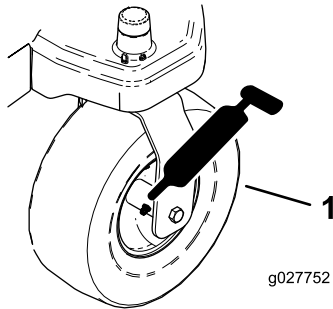
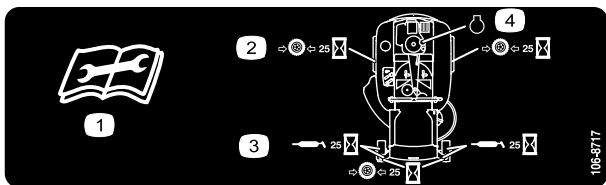

Bild 31
Bild 32
3. Reinigen Sie die Schmiernippel (**Bild 31** und **Bild 32**) mit einem Lappen.
4. Setzen Sie die Fettpresse nacheinander an allen Nippeln an (**Bild 31** und **Bild 32**).